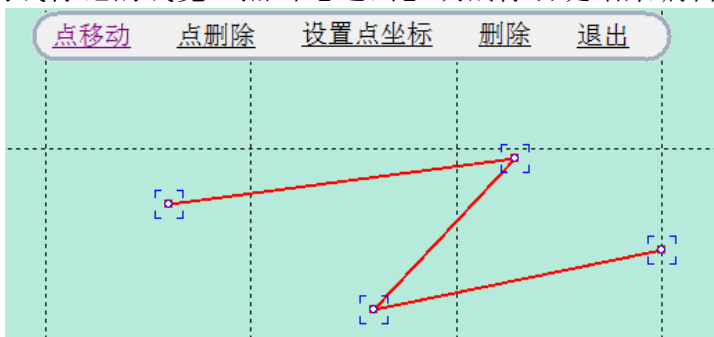

图 10-6 线标记编辑
**编辑线标记：**点击编辑按钮，鼠标选中需要编辑的线标记，进入编辑模式，并出现线标记编辑工具栏(如图 10-6 所示)，【点移动】可以鼠标拖动选中的线标记上的顶点位置，【点删除】可以删除选中的线标记上的顶点，【设置点坐标】可以修改选中的线标记上的顶点坐标，【删除】可以删除选中的线标记。此外，在编辑状态下，选择线型，可以修改选中的线标记的线型；选择颜色，可以修改选中的线标记颜色；设置线宽，可以修改选中的线标记的线宽，点击【退出】或鼠标右键结束编辑线标记。